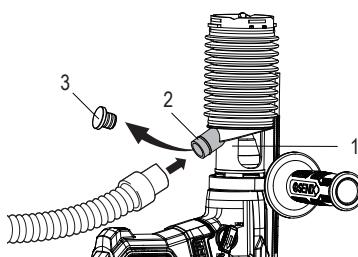

Fig.5
La cubierta colectora de polvo (1) está diseñada con un puerto de conexión de aspiración (2) para la eliminación de residuos. Para utilizarla, retire el guardapolvo (3) y conecte una línea de aspiración al puerto (2) (Fig.5).